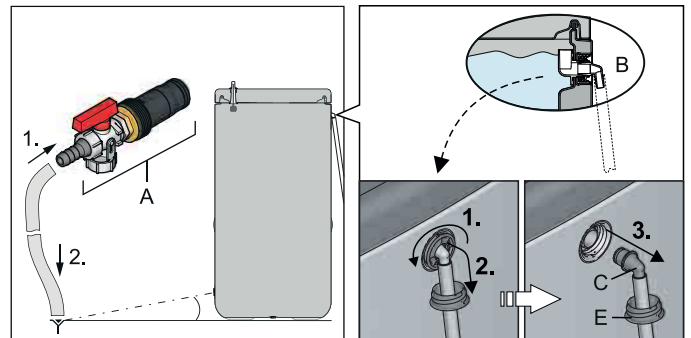
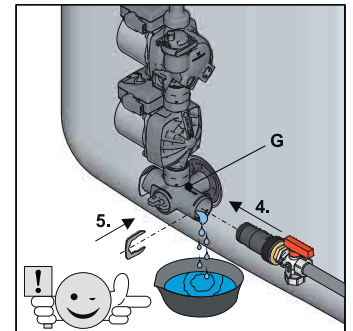

Fig. 6-1 Montage du flexible d'évacuation
Fig. 6-6 Montage du raccord de remplissage et de vidange de chaudière dans le raccord coudé
- Raccorder le flexible d'évacuation au **raccord de remplissage et de vidange de chaudière (accessoire KFE BA, 🛒 16 52 15)** (fig. 6-1, rep. A) et disposer vers un point d'évacuation au niveau du sol.
Si aucun **raccord de remplissage KFE** n'est disponible, vous pouvez alternativement démonter la pièce de raccordement (fig. 6-1, rep. C) du trop-plein de sécurité (fig. 6-1, rep. B) et l'utiliser.
Tab. 6-1 Légendes de la fig. 6-1 à fig. 6-6
- Insérer le **raccord de remplissage et de vidange de chaudière** dans le raccord coudé et fixer à l'aide de la pince de fixation (fig. 6-6).